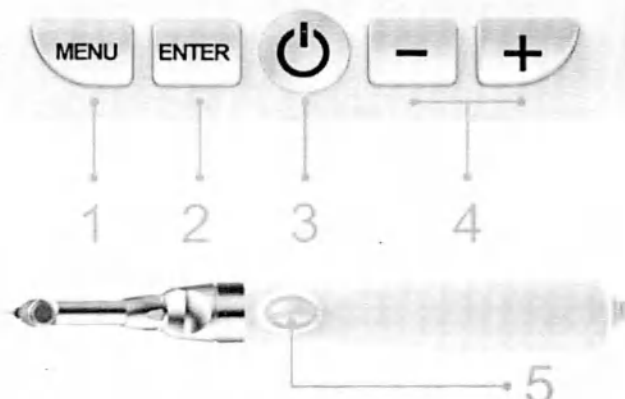

Рисунок 1 – Органы управления устройства
(2), Рис. **Ошибка! Источник ссылки не найден.** – это выбор режима, нажмите кнопку выбора меню ((1), рис. 1), когда область (2), Рис. **Ошибка! Источник ссылки не найден.** начнет мигать, затем нажмите кнопку “+” “-” ((4), рис. 1), выберите нужный вам режим, нажмите кнопку ввода ((2), рис. 1), настройка этого режима завершена.
В режиме непрерывного вращения вперед скорость можно регулировать от 150 об/мин до 600 об/мин, нажмите кнопку выбора меню ((1), рис. 1), когда **SP 300** двигатель начнет биться, затем нажмите кнопку “+” “-” ((4), рис. 1), выберите нужную скорость, наконец, нажмите кнопку ввода ((2), рис. 1) для завершения настройки.
Нажмите клавишу меню ((1), рис. 1), когда **TQ 3.0** двигатель начнет биться, затем нажмите кнопку “+” “-” ((4), рис. 1), выберите необходимый крутящий момент, наконец, нажмите клавишу кнопка ввода ((2), рис. 1), чтобы завершить настройку.